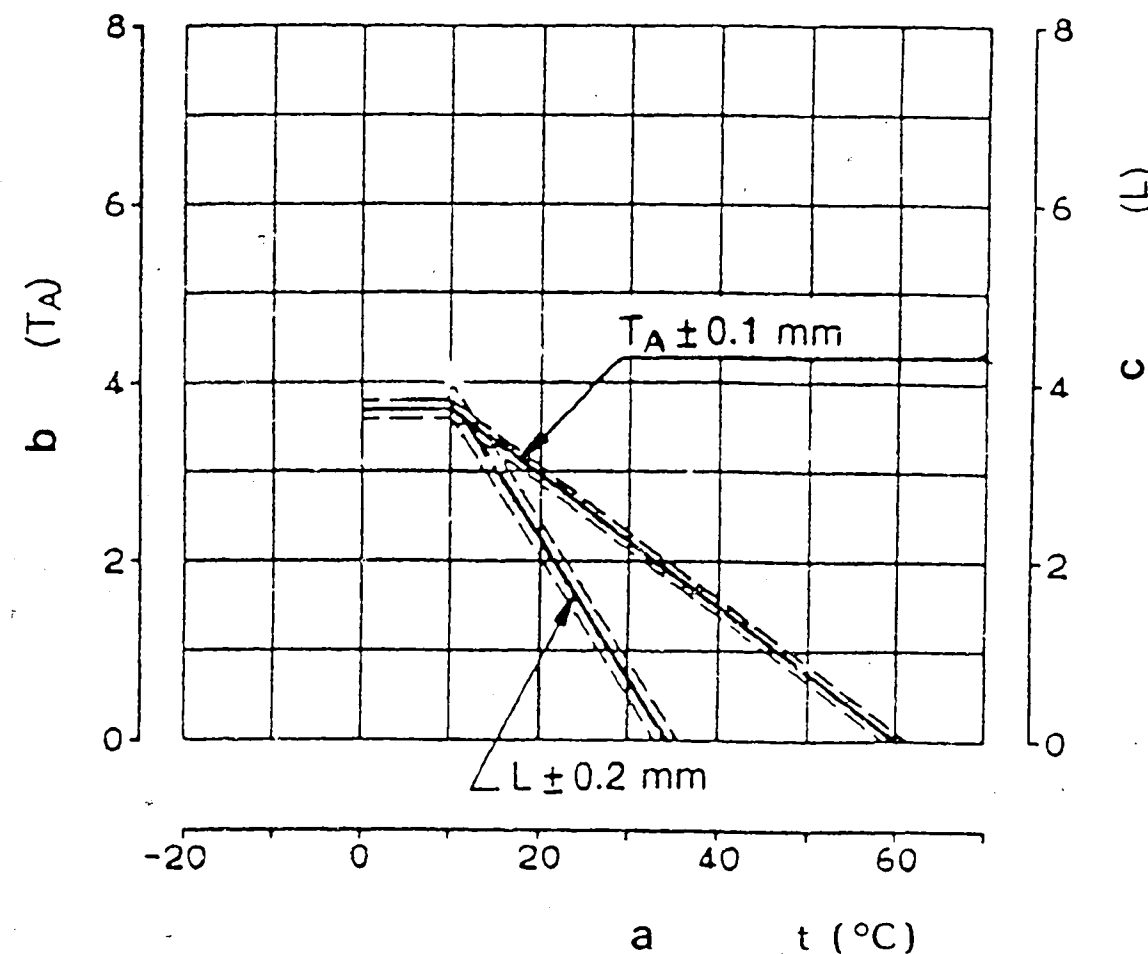

Bild 7
- 1) Aus dem Diagramm (Bild 7) den Spritzverstellerhub für die Lufttemperatur zum Zeitpunkt der Einstellung ablesen.
- 2) Mit der Spritzversteller-Einstellschraube (1) den Spritzverstellerhub so einstellen, daß er mit dem oben unter Punkt 1) abgelesenen Wert übereinstimmt.
- 1) Ein Parallelendmaß (Fühlerlehre) mit $L \pm 0,2$ mm (berechnet mit Hilfe von Abb. 7) zwischen dem Haltewinkel (5) und der Einstellschraube des Verstellhebels (4) einführen.
- 2) Die Schraube (2) so anziehen, daß der Stift des FICD-Hebels (3) den Verstellhebel (4) berührt. Anschließend die Schraube (2) mit der Mutter fixieren.